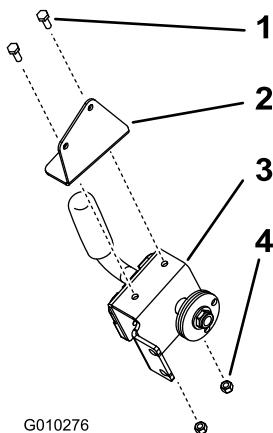

Figure 7
1. Montez l'ensemble poignée sur le support en équerre avec 2 boulons (1/4 x 3/4 po) et 2 contre-écrous (1/4 pouce) (Figure 7). Veillez à utiliser le support correct.